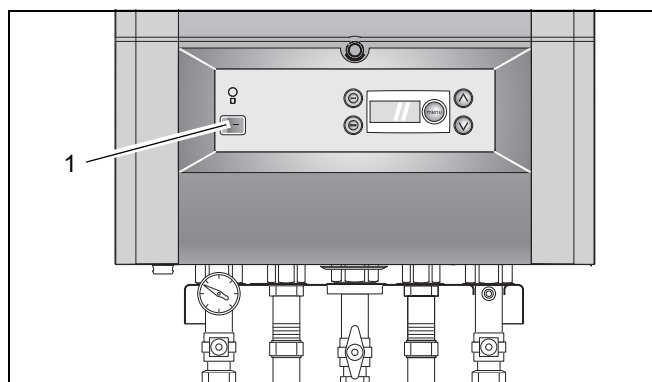

fig. 1 Interruptor de funcionamento DBA
- Colocar o aparelho fora de serviço colocando o interruptor de funcionamento na posição "0" (fig. 1, pos. 1).